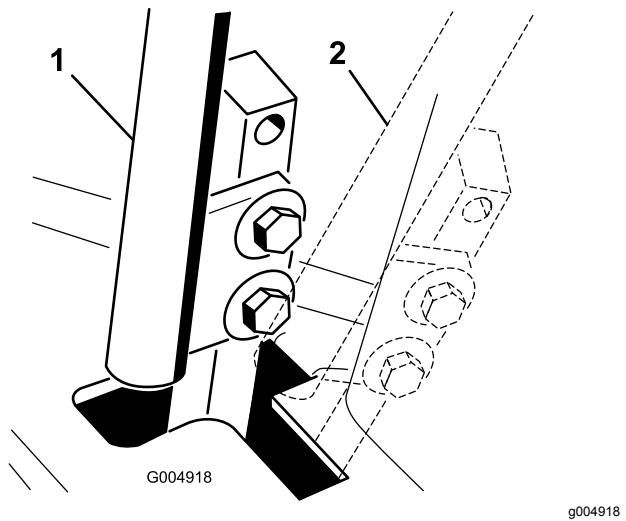

Figure 73
4. Placez le levier de commande au POINT MORT, sans le verrouiller (Figure 73).
6. Vérifiez la position du levier par rapport au cran de la console (Figure 73).